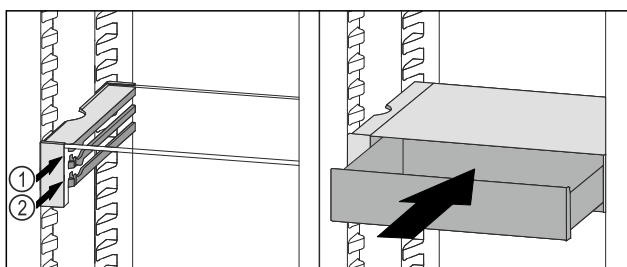

Fig. 61
- ▶ Nasadte zásuvku VarioSafe za zarážky na požadovaném žebře Fig. 61 (1) nebo Fig. 61 (2).